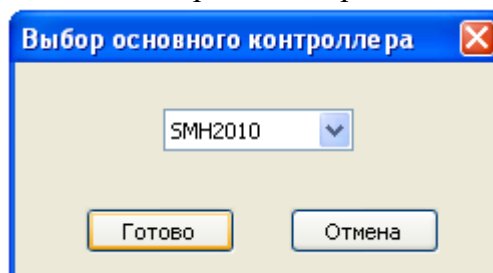

Рисунок 5 – Задание типа контроллера
- 1б. После чего система задаст вопрос о выборе основного контроллера (см.рис.5).